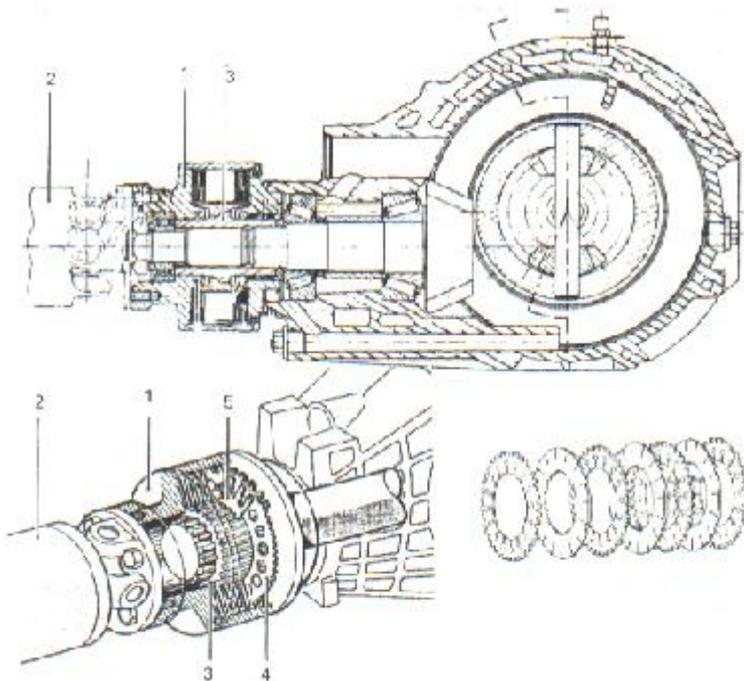

Fig. 6.16. Estructura de un dispositivo viscoacoplador.
El viscoacoplador (Fig. 6.16) está constituido por una carcasa (1) solidaria del árbol de